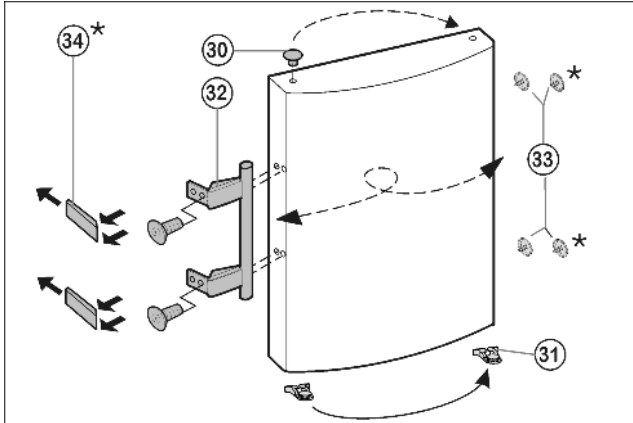

Fig. 8
- ▶ Az ajtó csapágyerselyéből emelje ki és helyezze át a tömítéseket *Fig. 8 (30)*.
- ▶ Szerelje le a *Fig. 8 (32)* ajtó fogantyúit, a *Fig. 8 (33)* tömítéseit és a *Fig. 8 (34)* nyomólemezeit, és helyezze át az ellenkező oldalra.